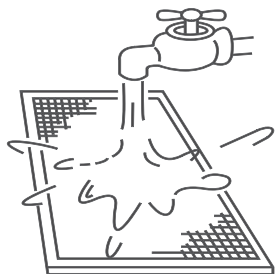

Fig.5-14
- El aire interior debe estar dirigido hacia abajo si usa agua limpia. (consulte la fig. 5-14).